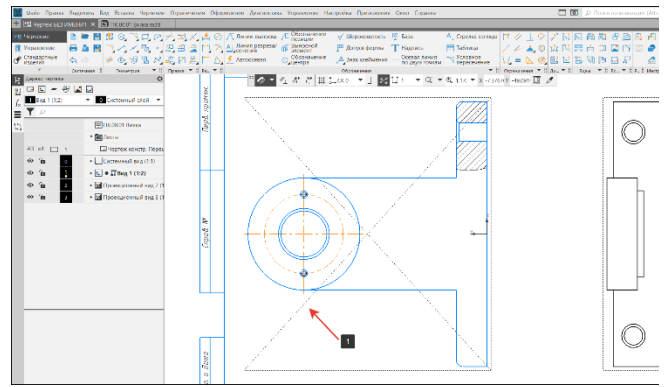

Рисунок 224 – Перестроить чертеж
- После внесения изменений в вид №1 он будет перечеркнут пунктирной линией (1) (Рисунок 224), это означает, что вид необходимо перестроить с помощью клавиши F5 на клавиатуре или пиктограммы Кран (15) на панели быстрого доступа (Рисунок 29).